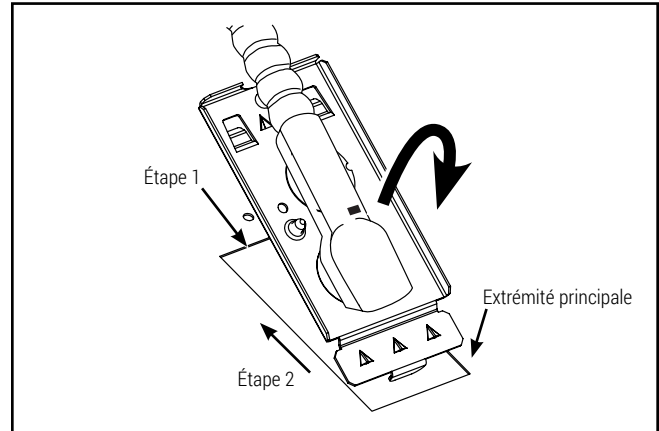
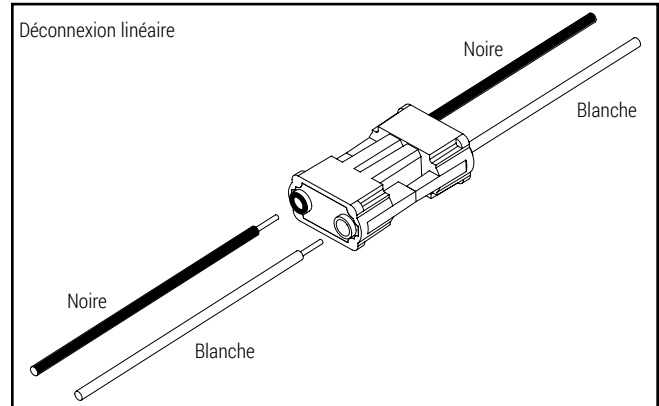

Figure 3.
Figure 4.
4. Enlevez la plaque d'accès électrique et retirez les entrées défonçables de la plaque d'accès pour attacher le câble d'alimentation électrique (Figure 3). Effectuez les raccordements de câblage nécessaires à l'entrée de la ligne CA du circuit de sortie. Un dispositif de débranchement linéaire est fourni afin d'accélérer l'installation (Figure 4).
**Étape 1:** Pour insérer la plaque d'accès, faites-la pivoter jusqu'à ce que l'extrémité avant soit à l'intérieur du chemin de câble (Figure 3).